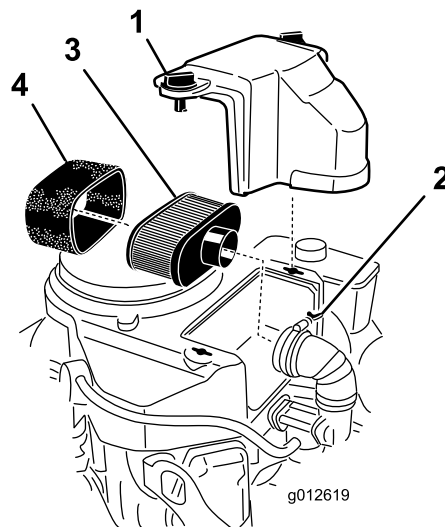

Figura 32
3. Limpie alrededor del limpiador de aire de forma que la suciedad no penetre en el motor y cause daños (Figura 32).
4. Desenrosque los pomos de la cubierta y retire la cubierta del limpiador de aire (Figura 32).
5. Desatornille la abrazadera y retire el conjunto del limpiador de aire (Figura 32).
6. Retire cuidadosamente el filtro de gomaespuma del filtro de papel (Figura 32).
1. Limpie el elemento de papel golpeándolo suavemente para eliminar el polvo. Si está muy sucio, cambie el elemento de papel por uno nuevo (Figura 32).
No limpie el filtro de papel. Cámbielo después de 200 horas de funcionamiento (Figura 32). Compruebe que el filtro no está roto, que no tiene una película aceitosa y que la junta de goma no está dañada. Cámbielo si está dañado.
1. Deslice cuidadosamente el filtro de gomaespuma sobre el filtro de papel (Figura 32).
- Coloque el conjunto del limpiador de aire sobre su base o sobre la manguera y sujételo con la abrazadera (Figura 32).
- Coloque en su posición la cubierta del limpiador de aire y apriete los pomos de la cubierta (Figura 32).